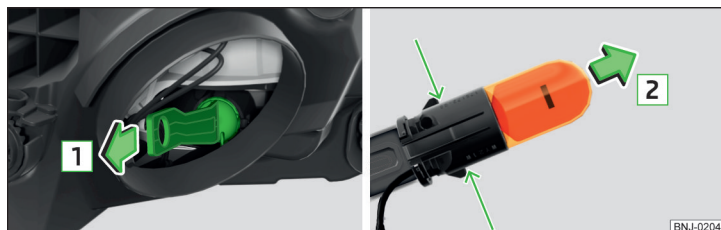

Fig. 212 Udskiftning af pære til blinklys
- › Træk soklen med pæren ud med rokkebevægelser i pilens retning **1** » Fig. 212.